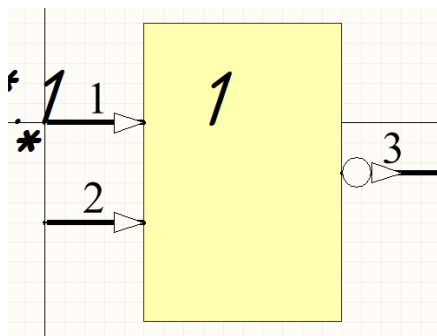

Рис. 2.19
5) За допомогою **Place-Text String** розмістіть позначку “1” всередині прямокутника, та розмістіть компонент так, щоб кінець першого контакту був у центрі координат (Рис. 2.19).